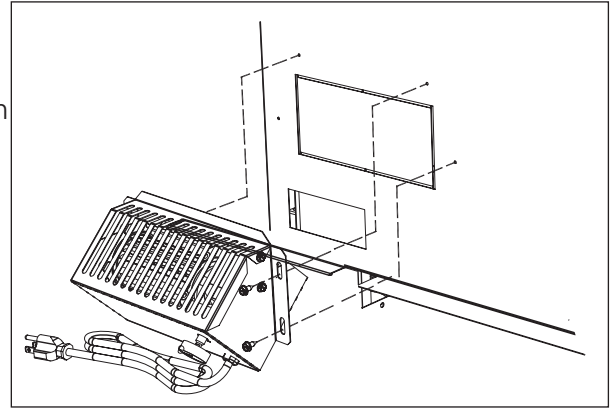

Figura 1
2. Monte el mecanismo del ventilador en la caja de montaje con los 4 tornillos que quitó en el Paso 1. Ver la Figura 1.